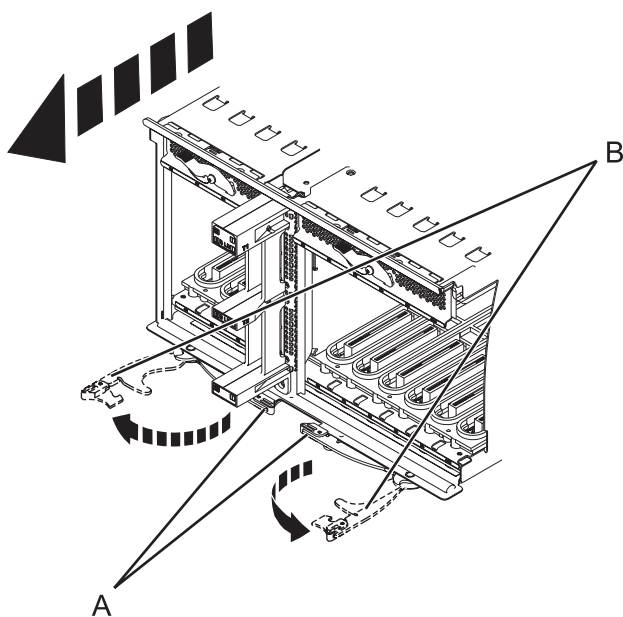

Figure 71. Retrait de la carte mère d'entrée-sortie
12. Appuyez sur les loquets de déverrouillage (**A**) et tirez sur les leviers (**B**) pour dégager la carte du système, comme illustré dans la figure 71.